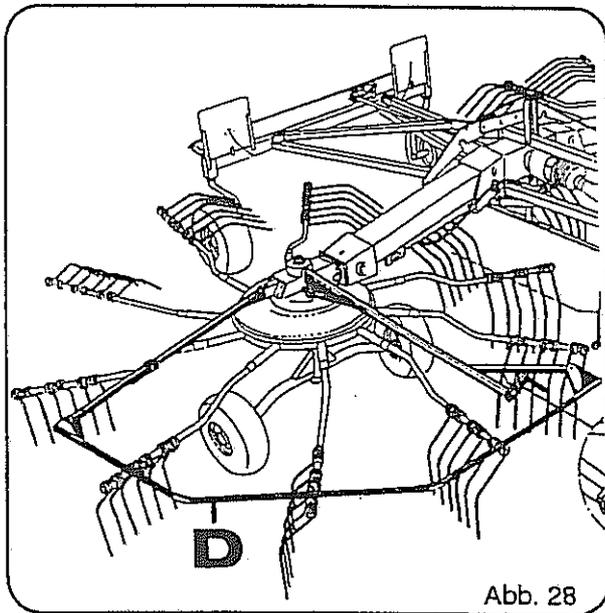

Abb. 28
- Schutzbügel einklappen (Abb. 28 oder 29)
In Arbeitsstellung müssen die Schutzbügel unbedingt wieder in Pos. D zurückgeschwenkt werden (Abb. 28 bzw. 29).